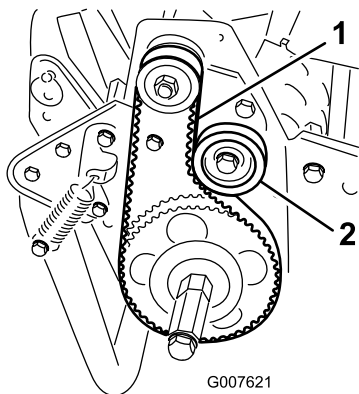

Figura 37
2. Controllate la tensione premendo la cinghia al centro tra le pulegge (Figura 37) con una forza di 18-22 N.
- A. Allentate il dado di fissaggio della puleggia tendicinghia e ruotate la puleggia in senso orario verso il retro della cinghia, fino a ottenere la tensione desiderata (Figura 37).